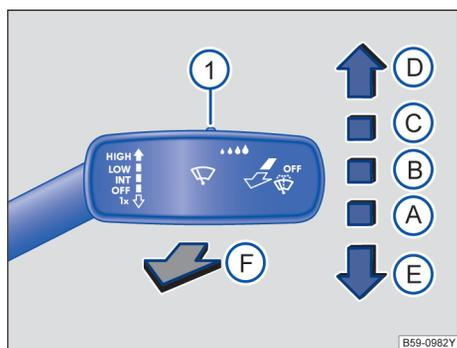

图 94 操作车窗玻璃刮水器
- ①** 使用开关→图 94①调节雨量传感器的灵敏度。
- 向下短按车窗玻璃刮水器操作杆 → 图 94⑤。